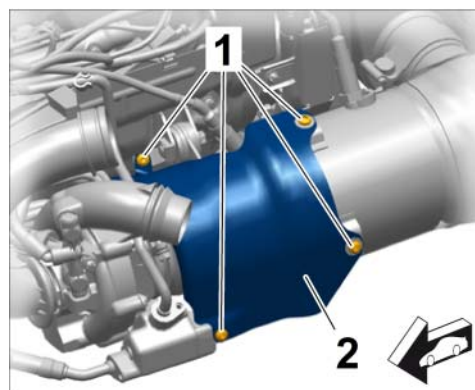

Bild 24
- 5.1 Abschirmblech Turbolader rechts und links $\Rightarrow$ Bild 24 -2- ausbauen.